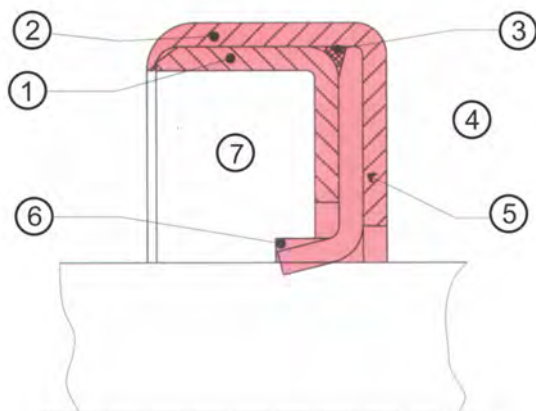

Figura 1: Anello di tenuta albero radiale montato con labbro di tenuta in PTFE
4. In tutti gli anelli di tenuta albero radiale, il labbro di tenuta deve essere rivolto verso il fluido da sigillare (vedere figura 1).